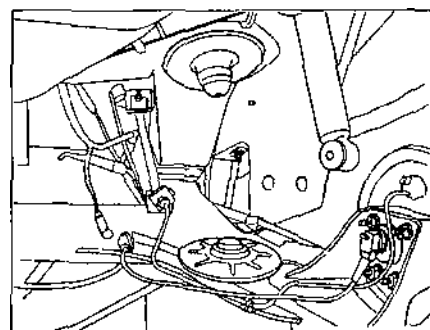

Рис. 5.33.
• снять пружину подвески и верхнюю опорную чашку с изолирующей прокладкой (рис. 5.33).